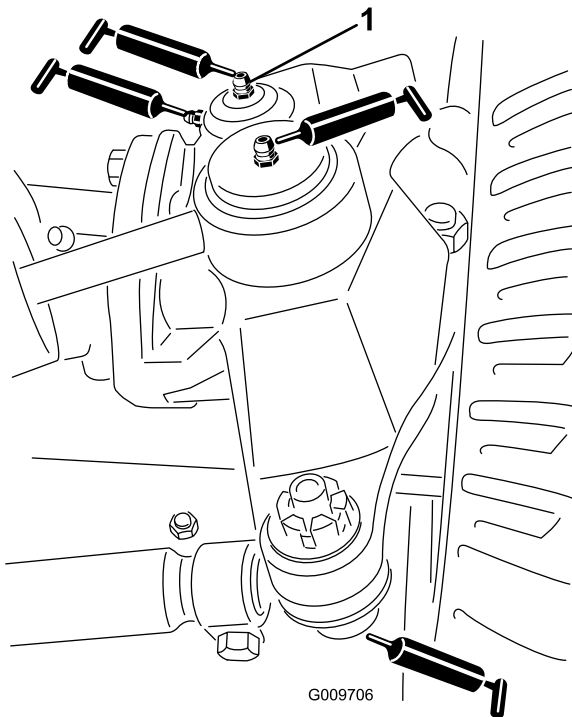

Figure 23
- Rotules de vérin de direction (2) (Figure 23)
- Rotules de biellettes (2) (Figure 23)
- Bagues de pivots de fusées (2) (Figure 23). **Le graisseur supérieur du pivot de fusée ne doit être lubrifié qu'une fois par an (2 injections de graisse).**